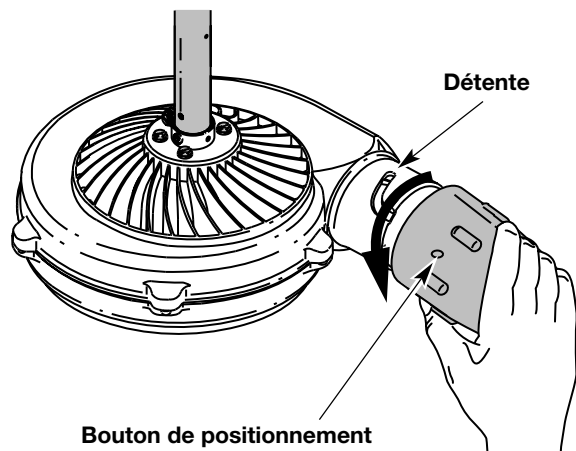

Fig. 8
1. Saisissez l'embout et tournez-le dans le sens contraire des aiguilles d'une montre d'environ 45° jusqu'à ce que le bouton de positionnement à l'intérieur de l'embout sorte de la détente dans le boîtier de la souffleur (Fig. 8). Tirez l'embout du boîtier de la souffleur.